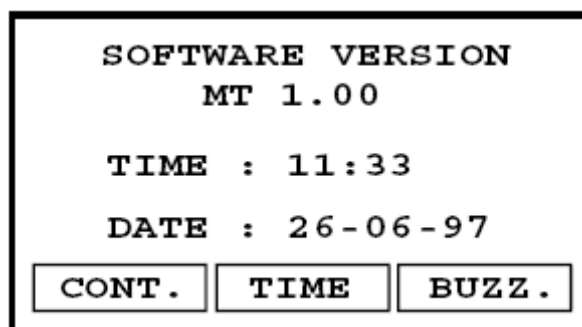

图 35. 设置菜单
1. 按下 SET UP (设置) 键, 参见图 35 中的设置菜单。
1. 按下 SET UP (设置) 键, 参见图 35 中的配置菜单。